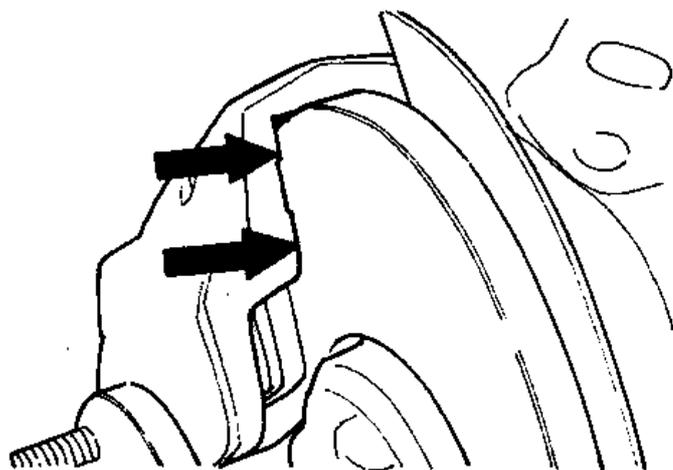

Рис.9.6. Места проверки биения диска при помощи плоских щупов (Разд.7)
17. Если циферблатного индикатора нет, биение диска можно замерить, поместив плоский шуп между приливом скобы и диском (Рис.9.6). Вставьте шуп достаточно плотно между верхней частью прилива и диском и проверните диск вместе со ступицей. Любой выступ или впадина сразу же станет заметен благодаря более или менее плотной посадке шупа. Вели-